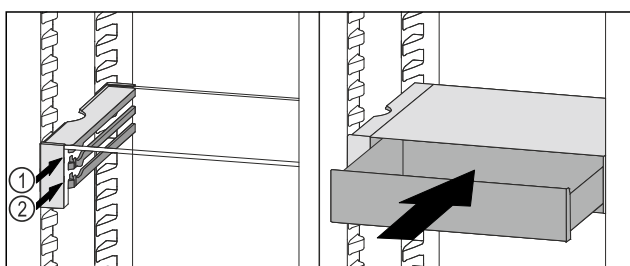

Fig. 197
- Nasadte zásuvku VarioSafe za zářezky na požadovaném žebře Fig. 197 (1) nebo Fig. 197 (2).